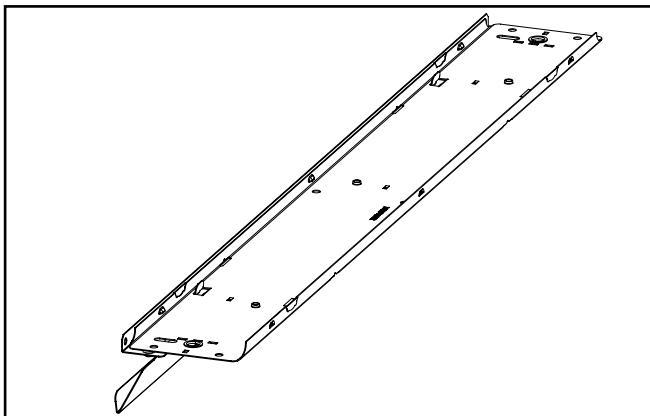

Figure 2.
2. Repérez les languettes sur le réflecteur et les aligner avec les trous de languette sur le canal. Faites glisser le réflecteur vers le bas pour verrouiller les languettes sur le canal. (Figures 2 et 3).